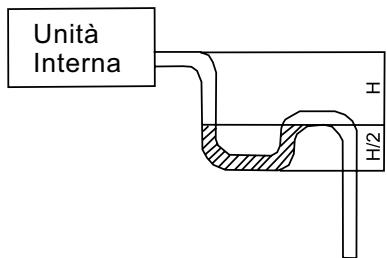

Fig.21
- (4). Se il tubo di scarico non rispetta una determinata inclinazione, è necessario sistemare un tubo di innalzamento (fornito in loco) dello stesso tubo di scarico.
- (5). Se la portata d'aria dell'Unità Interna è elevata, ciò può causare pressione negativa e provocare un ritorno di aspirazione dell'aria esterna. Perciò, sarà progettato un sifone a "U" sul lato di drenaggio di ogni Unità Interna (Fig.21).